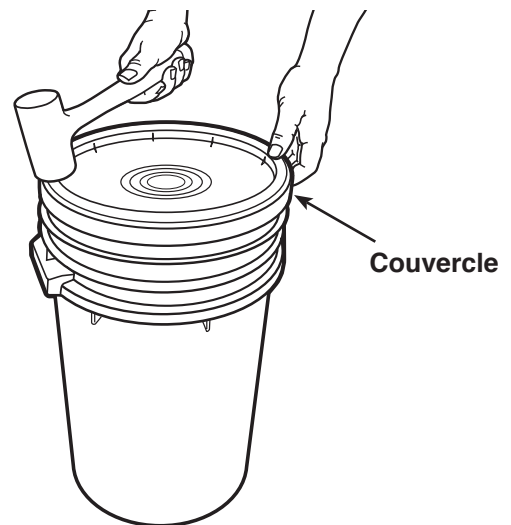

Figure 13
7. Lorsque vous avez acheté un nouveau filtre de l'aspirateur, il a été livré avec un couvercle de filtre. Retirez le couvercle du boîtier et à l'aide d'un marteau à panne douce, frappez sur la boîte filtrante de l'ancien filtre. Voir la figure 13.